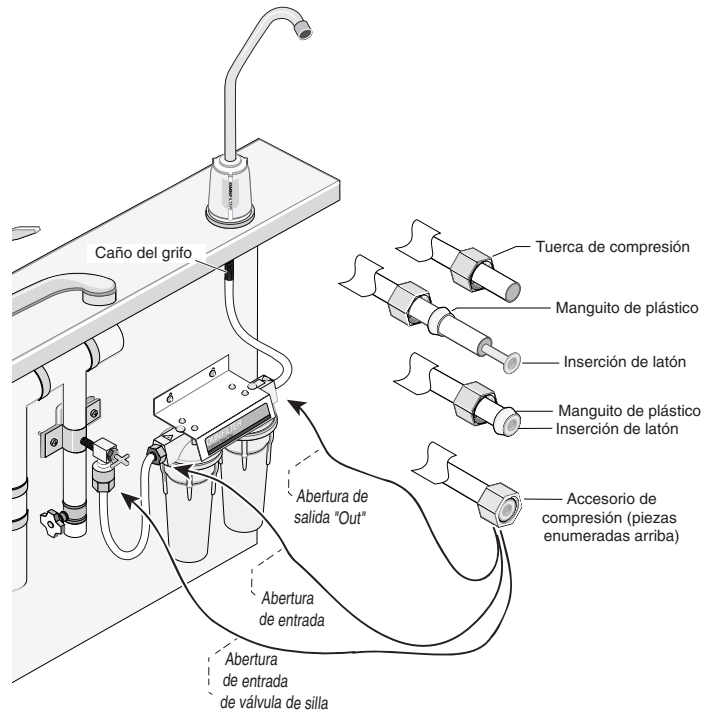

Figura 9
Termine de conectar la tubería. Consulte la Figura 9
- d. Atornille el conjunto de tubos a cada una de las aberturas según se ilustra en la Figura 9.